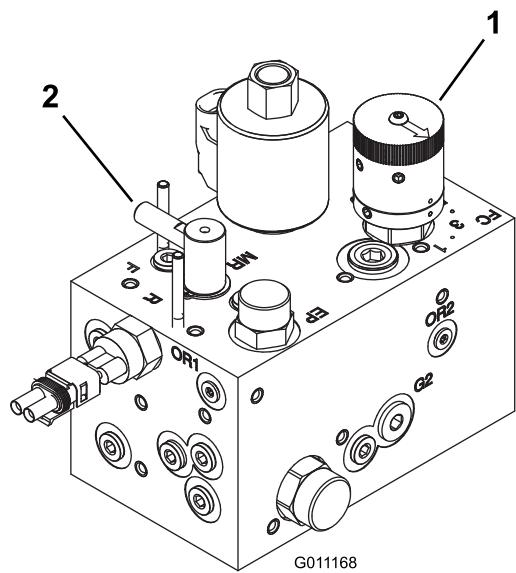

Figura 44
- Girate la manopola di comando della velocità dei cilindri (Figura 44) fino al numero impostato determinato nella fase 1.